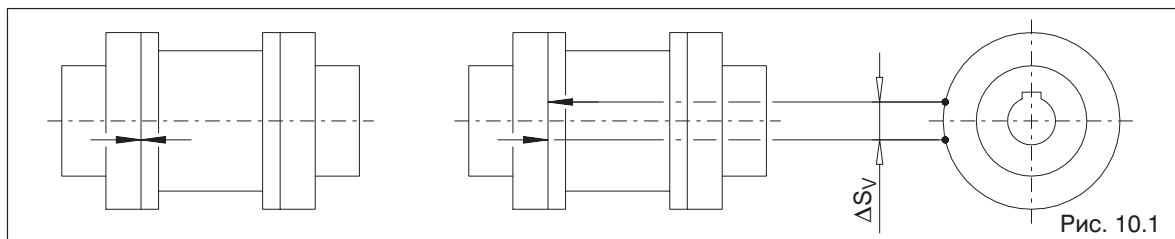

Рис. 10.1
Если для эксплуатации муфты повышенный зазор муфты не будет являться недостатком, то гибкие пакеты (12) могут оставаться в эксплуатации до тех пор, пока не будет достигнут определенный предел износа для их замены. Для оценки износа, в таблице 10.1a или соотв. в таблице 10.1b приводится разрешенный люфт кручения, перерасчитанный на размер хорды ΔS_V у внешнего диаметра муфты. Для определения размера ΔS_V нужно повернуть муфтовую часть без момента вращения вплоть до упора и нанести на муфтовую часть метку (смотри рис. 10.1). Путем поворачивания муфтовой части в противоположную сторону вплоть до упора метки расходятся. Расстояние между метками является хордовым размером ΔS_V . Если размер ΔS_V превышает приведенное в таблице 10.1a или соотв. в таблице 10.1b значение, то нужно заменить пакет (12).